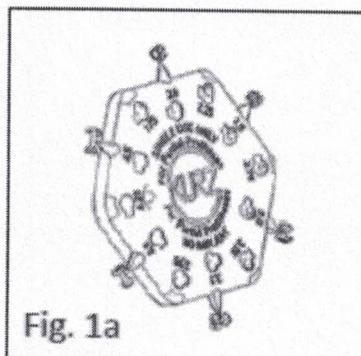

Fig. 1a
**Fig. 1a, 1b/2** El Sizer Disk (Fig. 1a, 1b) para prótesis parciales posee seis calibradores (Sizer) individuales de diferente longitud (2,0-4,5 mm) dispuestos perimetralmente.